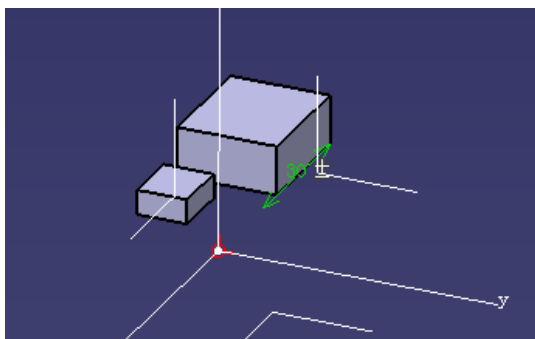

图 16-25
(2) 点击 **Generate** 键，其效果见图 16-25。